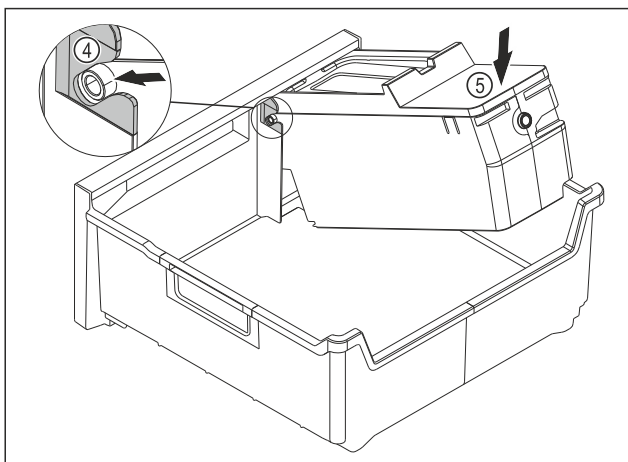

Fig. 187
- ▶ Montare il corpo dell'EasyTwist-Ice: Inserire gli assi del corpo dell'EasyTwist-Ice nelle guide Fig. 187 (4).
- ▶ Spingere il corpo dell'EasyTwist-Ice Fig. 187 (5) posteriore verso il basso.